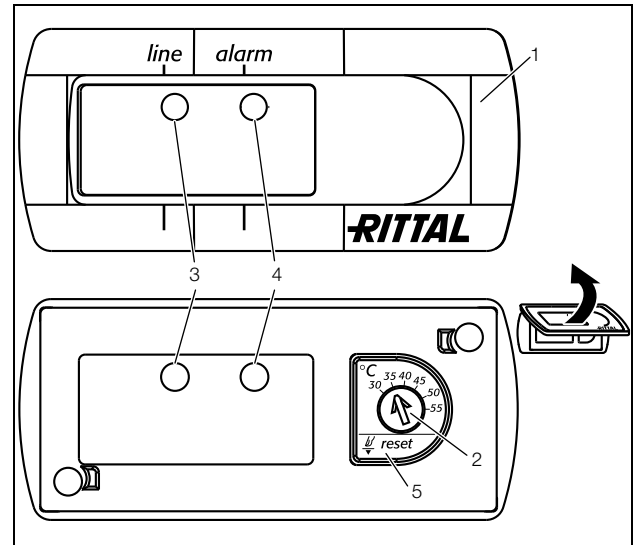

Abb. 28: Basiscontroller
Der Basiscontroller überwacht und regelt das Kühlgerät. Durch die grüne und die rote LED (Abb. 28, Pos. 3 und 4) zeigt er Betriebs- und Störzustände an:
- Stellen Sie die gewünschte Solltemperatur am Solltemperatur-Einsteller (Abb. 28) ein.
- Drücken Sie die Reset-Taste (Abb. 28, Pos. 5) für mind. 3 Sek.